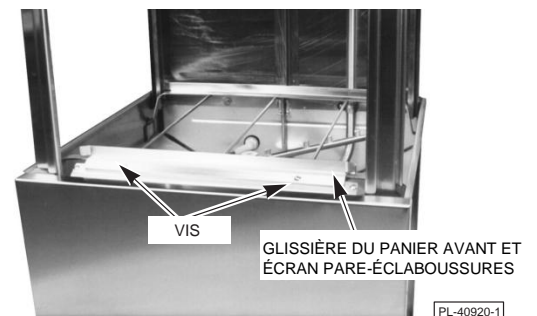

Fig. 1
1. Retirez les deux vis et écrous qui tiennent en place la glissière du panier et l'écran pare-éclaboussures (Fig. 1) et retirez le panier avant et l'écran pare-éclaboussures. Réassemblez la glissière du panier avant et l'écran pare-éclaboussures en repositionnant les deux vis et écrous dans les mêmes trous de montage à partir desquels ils ont été retirés.